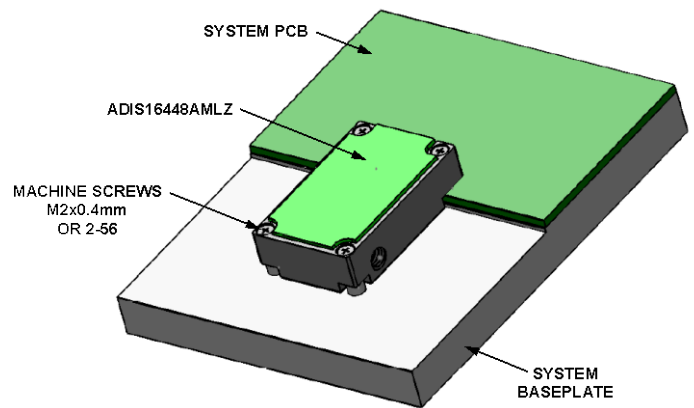
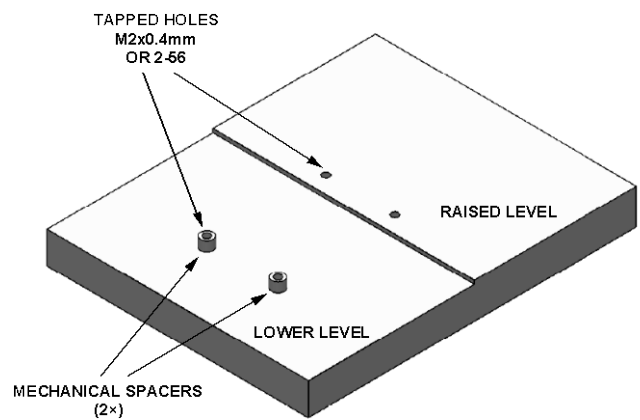

図7. コネクタダウン取付けの概念図
図8. ブラケットおよびスペーサの詳細図
コネクタを下に向けた取付け方法の概念図を図7に示します。この方法では図8に示すように、システム・ベースプレートのかさ上げ部分に置いたPCBにコネクタ（Mating Connector）を取り付けます。ADIS16445またはADIS16448パッケージの反対側（PCB上に乗っていない側）の取付け用段差部分は、2個の機械的スペーサで支持します。この主な目的は、ベースプレートとパッケージの上面が接触しないように、IMUをベースプレート表面から浮かせることです。このタイプの取付け方法を使用する際のいくつかの基本的なガイドラインを以下に示します。
- スペーサの高さは、図8に示すように、PCB表面からベースプレートの低い方の面までの距離と同じにする。